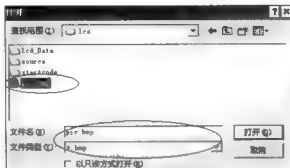

图 13-28 打开图片 `pic.bmp`
(2) 在弹出的对话框中，打开刚才建立的图片 `pic.bmp`，如图 13-28 所示。